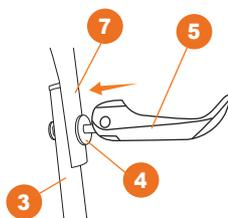

Рис. 4
- Соедините нижние части рукоятки 3 со средней 7 и закрепите быстрозажимным рычагом 5 (Рис. 4).